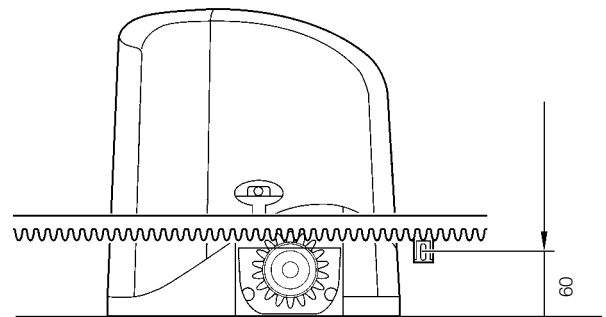

Figura 10
- Controlar que en los puntos de fijación de la cremallera en la puerta haya una superficie idónea para la fijación. Con la cremallera CR100, véase la figura 10